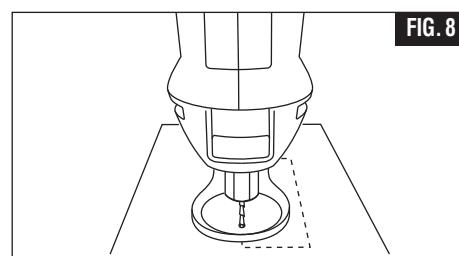

FIG. 8
**Paso 4:** Lleve la herramienta lentamente hasta un ángulo de 90° para comenzar el corte. La guía de profundidad debe estar al ras con la superficie del material (Fig. 8).